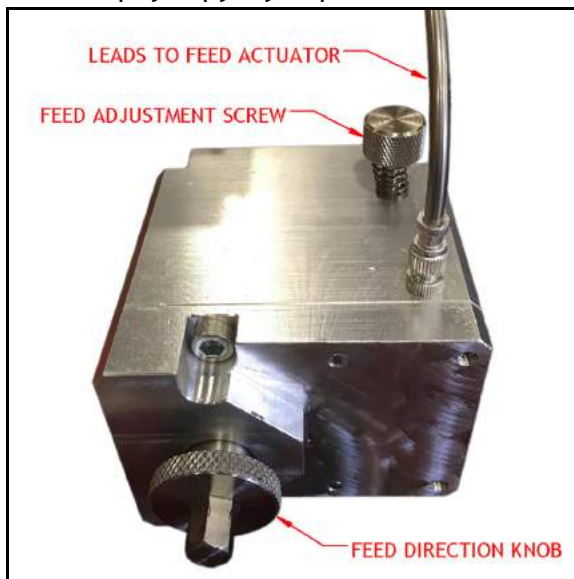

Рисунок 3-10. Регулировки подачи
2. Установите направление подачи посредством следующих шагов, как показано на рис. 3-10: